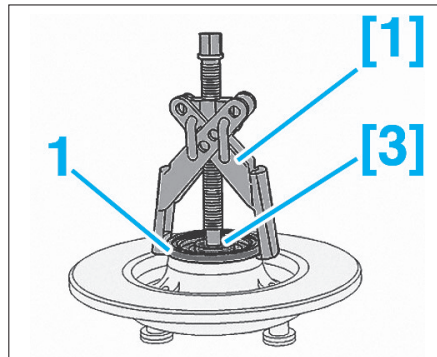

FIG. 52
- Sur ce dernier, placer les outils [3] et [1] (Fig.52).